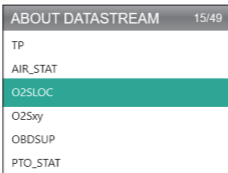

Abbildung 9.1.3
3. Wählen Sie ÜBER DATENSTREAM (siehe Abbildung 9.1.3) und drücken Sie [OK], um die Definition jedes Datenstromelements zu sehen.